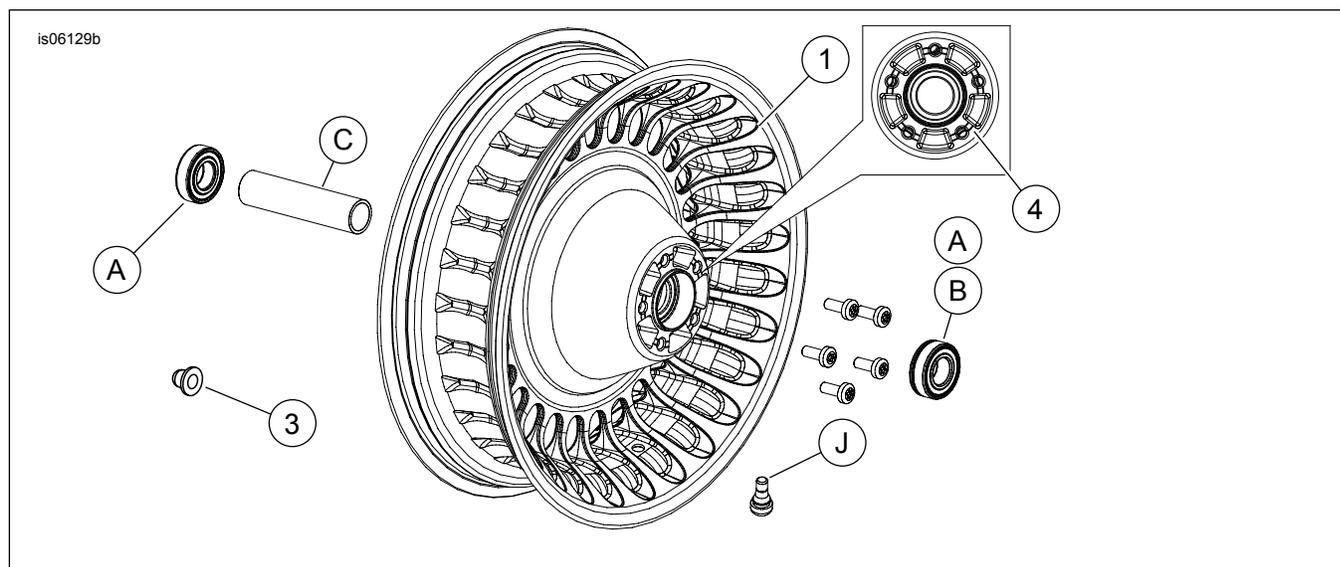

Figura 1. Peças de reposição: Roda traseira com 28 raios (16 pol. mostrada)
Veja Figura 1 e as tabelas de peças de reposição.
2. Veja Figura 1. Instale o conjunto da haste de válvula (J) na roda. Veja o Manual de serviço.